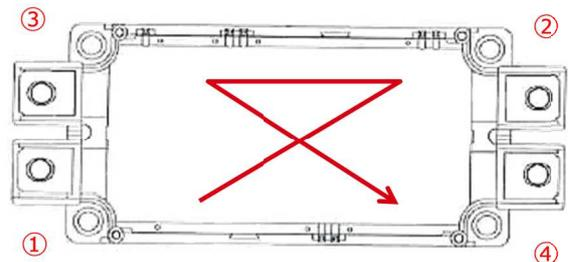

Figure 5. 締め付けの順番
サーマルグリスはヒートシンクへの組み付けトルクでかかる力によって広がります。よってモジュールを組み付ける際の締め付けトルク強度は、段階的に増やす事で効率よくグリスが広がります。締め付け順序例を以下に示します(Figure.5)。①と②の間に 1.0N・m 程度のトルク強度を更に設定するとより効果的にグリスを広げる事ができます。なお締め付けトルク強度は最大定格値を超えないようにしてください。最大定格値を超えて締め付けると、モジュール内部の絶縁基板を破壊する場合があります。
- ① 0.5N・m の強度で 1→2→3→4 の順番に締め付ける
- ② 3.0N・m の強度で 1→2→3→4 の順番に締め付ける